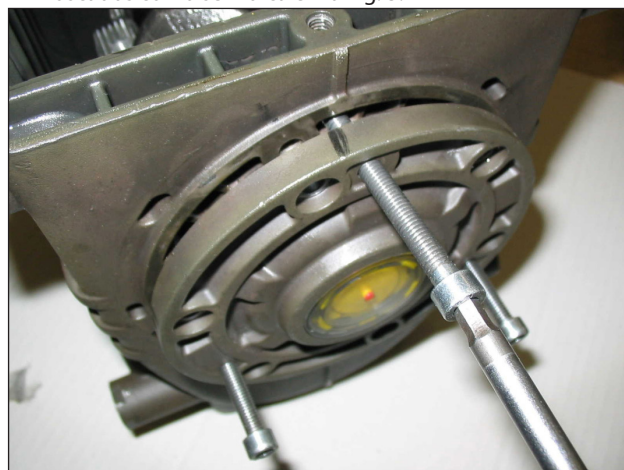

Fig. 3
- Las tapas laterales (y la brida VFV) utilizando para realizar la extracción 3 tornillos M6x50 (M10x40 por brida VFV) completamente roscados introduciéndolos en los orificios roscados como se indica en la Fig. 3.